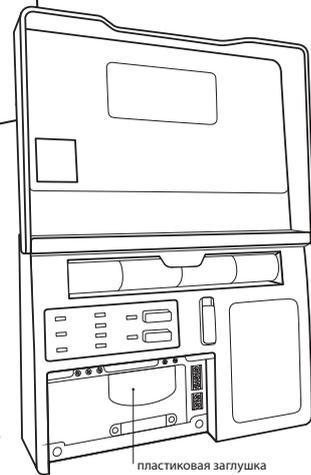

Рис.13. Вид модуля управления Neptun ProW с открытой крышкой коммутационного отсека
- откройте крышку коммутационного отсека (рис. 13);